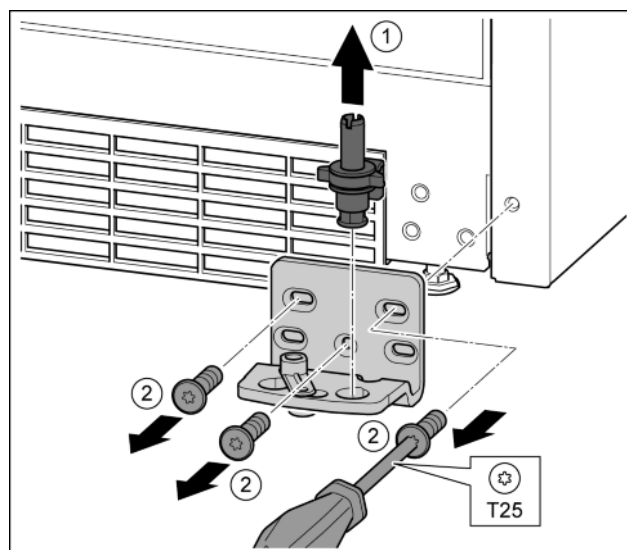

Fig. 15
- Ložiskový čep celý vytáhněte nahoru. Fig. 15 (1)
- Vyšroubování šroubů pomocí šroubováku T25 a sejmутí stojanu ložiska Fig. 15 (2)